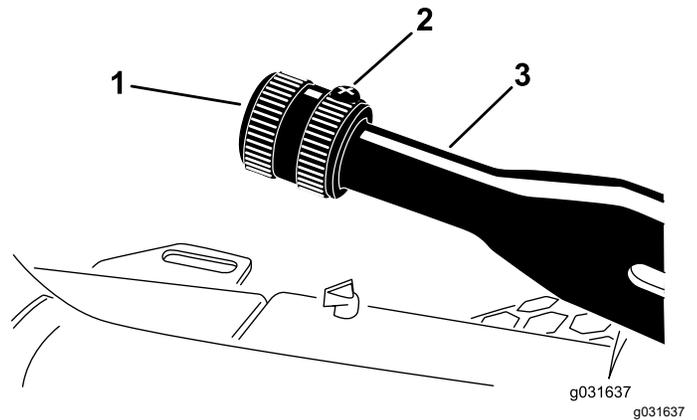

Figura 57
1. Afloje el tornillo de fijación que sujeta el pomo a la palanca del freno de estacionamiento (Figura 57).